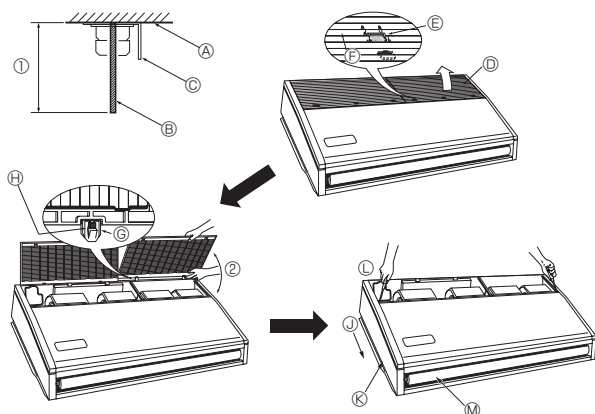

Fig. 3-4
3.2.4. Klargøring af den indendørs enhed (Fig. 3-4)